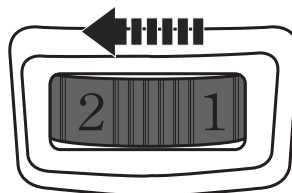

Fig. 15
> Tournez la molette de réglage de la vitesse (1) vers la gauche (du point de vue indiqué ci-dessous) pour réduire la vitesse maximale (Fig. 15). Le réglage plus lent est adapté pour poncer avec des feuilles abrasives à gros grain pour éliminer les peintures et vernis.